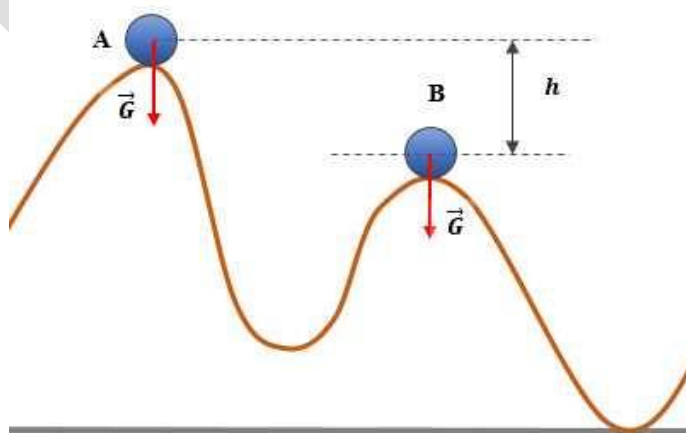

Figura 10
*Exemplu:* Dacă se consideră bila care alunecă pe bucla din figura 10, lucrul mecanic al gravitației între punctele A și B datorită faptului că greutatea este o forță conservativă este: